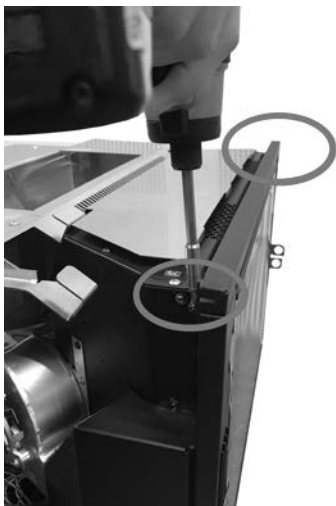

Fig. 58 - Extraiga el perfil superior
- Extraiga el perfil superior que está encima de la puerta (véase **Fig. 58**).